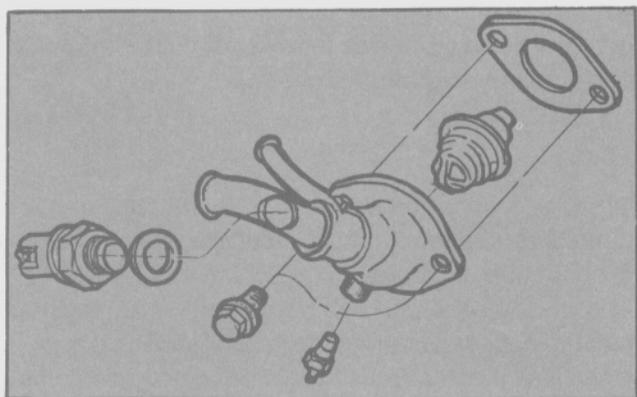

Fig. 8 - Desmontaje del termostato (Motor I4-2,3L).
- Extraer los dos tornillos que fijan la tapa del termostato. Retirar la tapa y la junta (Figs. 8 y 9).